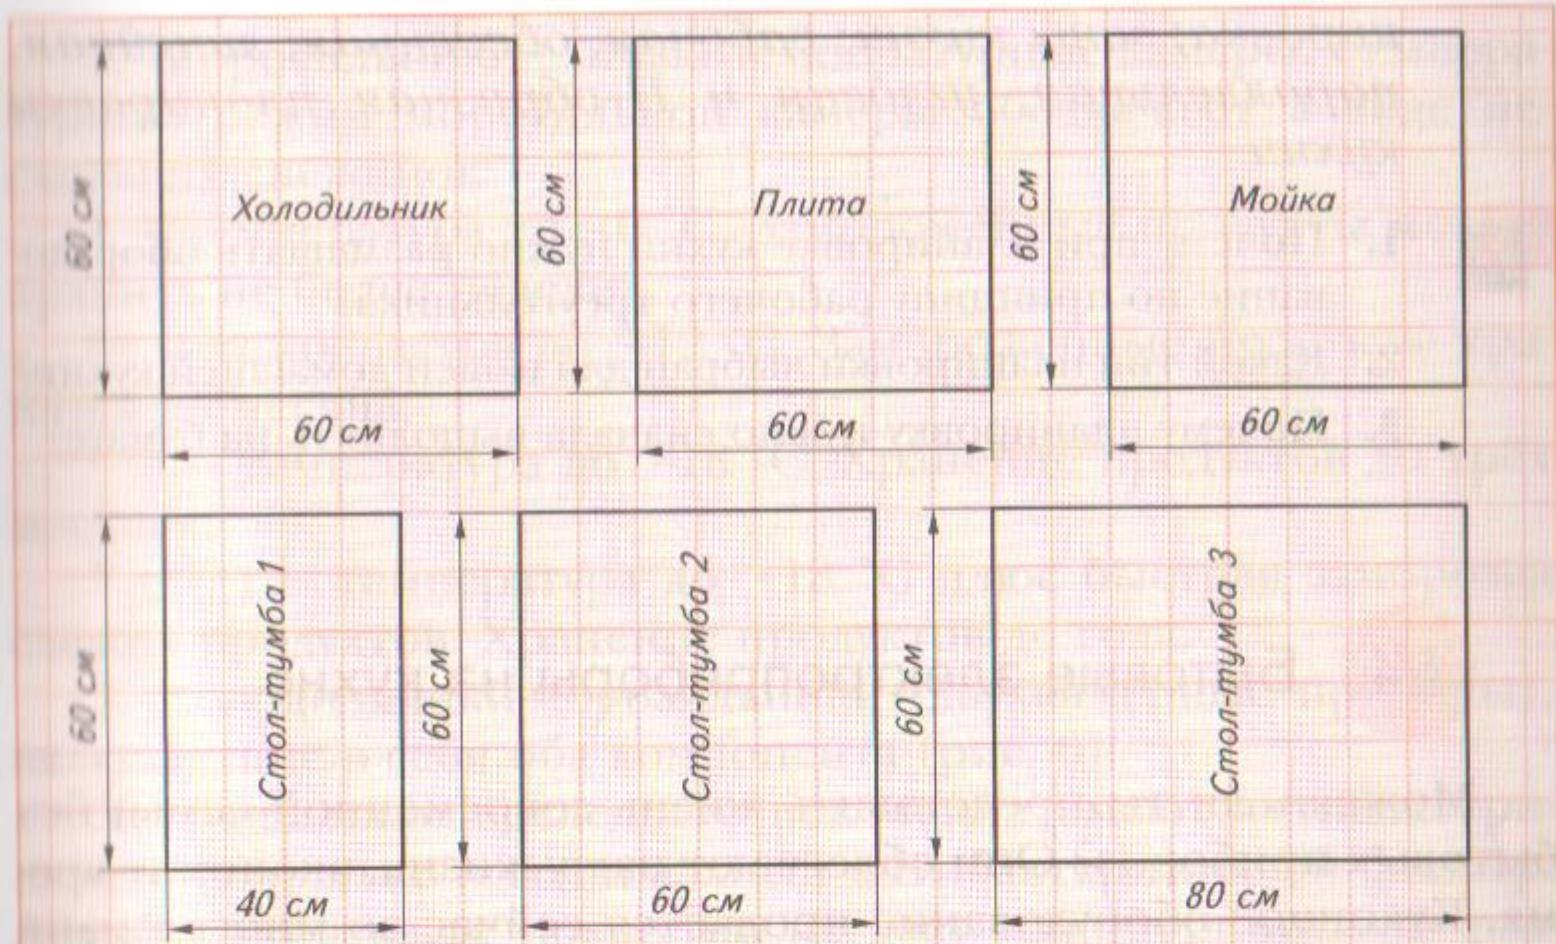

Рис. 5 Чертежи оборудования и мебели для кухни в масштабе 1 : 20
1. Нарисуй на листе бумаги шаблоны мебели и оборудования для кухни в масштабе 1:20 (это значит, что все размеры мебели и оборудования нужно уменьшить в 20 раз), а затем вырежи их (рис. 5). При необходимости можно нарисовать некоторые шаблоны несколько раз (например, тебе могут понадобиться два шаблона холодильника или два стола-тумбы).
Затем на отдельном листе миллиметровой бумаги начертил квадраты и прямоугольники, которые будут изображать кухонное оборудование и мебель. Я узнал, что обычно ширина (или глубина) кухонного оборудования бывает одинаковой – 60 см, чтобы они могли выстроиться в ровную линию. Значит, в масштабе получится  $60 \text{ см} : 20 = 3 \text{ см}$ . Холодильник, плита, мойка также имеют ширину 60 см. Столы-тумбы бывают разной ширины. Я начертил несколько вариантов: шириной 40, 60 и 80 см (см. рис. 5).